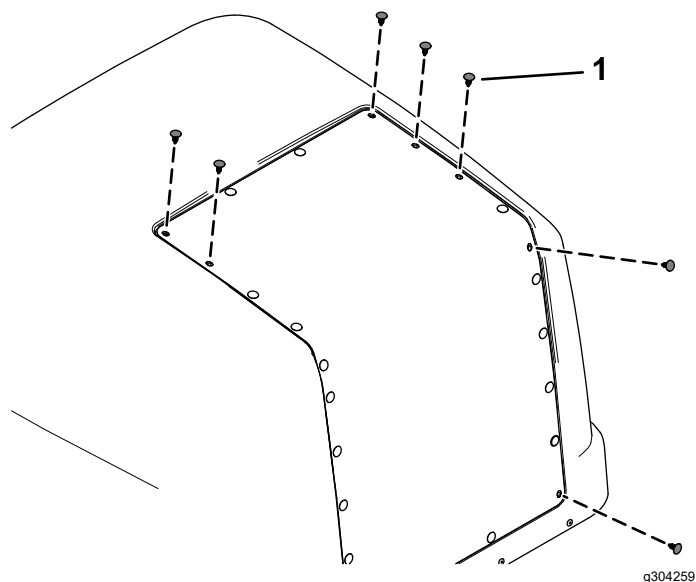

Figura 28
8. Rimuovete i 7 tappi in plastica riprodotti nella Figura 28 dal cofano.